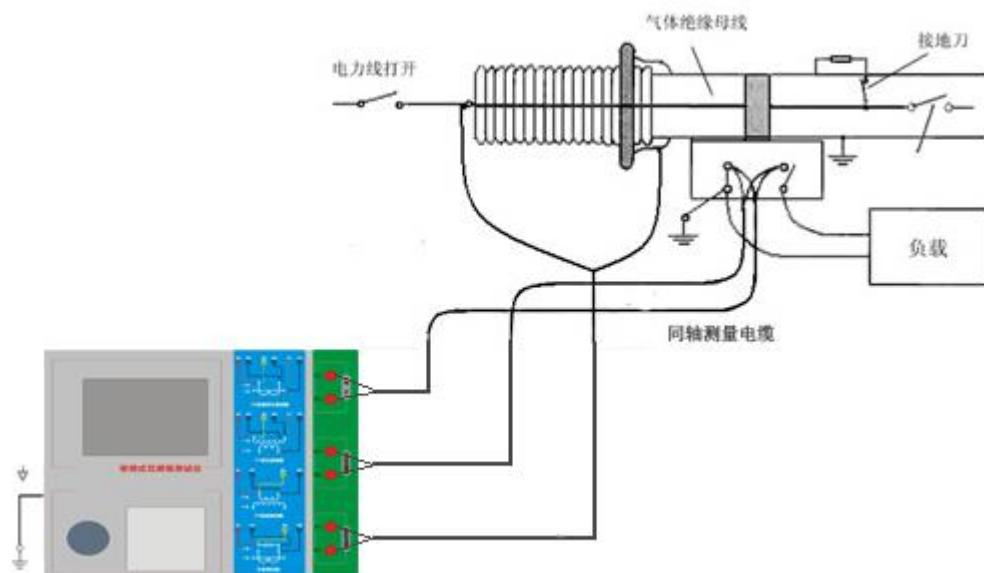

图 C.4 测试仪对 GIS (SF₆) 开关上的 CT 测试时的接线方式
3. 测试仪在对 GIS (SF₆) 开关上的 CT 测试时的接线方式如图 C.4 所示。